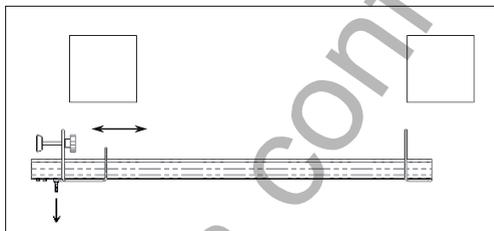

Figura 1.
- Regolare l'ampiezza della staffa di fissaggio mobile in funzione della luce del foro (es. porta, finestra, finestra da tetto, ...) estraendo lo spinotto di sicurezza [Figura 1].